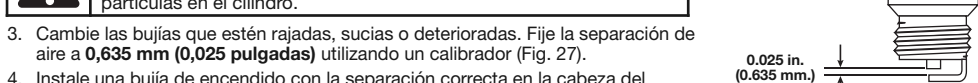

Fig. 27
3. Cambie las bujías que estén rajadas, sucias o deterioradas. Fije la separación de aire a 0,635 mm (0,025 pulgadas) utilizando un calibrador (Fig. 27).